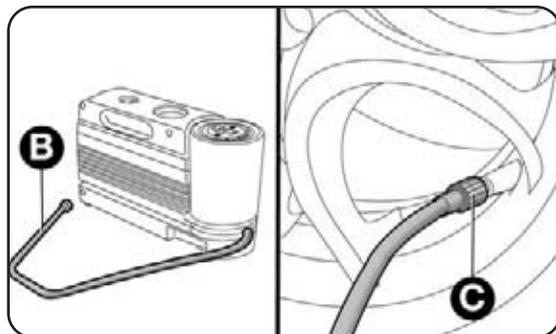

fig. 16
- Aziona il freno a mano, svita il cappuccio dalla valvola del pneumatico, estrai il tubo flessibile di riempimento B-fig. 16 ed avvita la ghiera C sulla valvola del pneumatico;